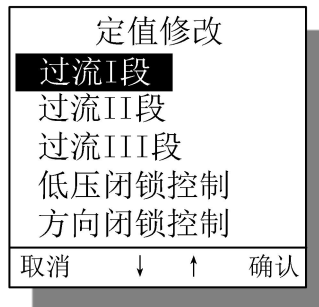

图 18 具体保护定值选择界面
- 1) 选定定值区并进入。在定值菜单界面下，将光标移至定值修改条目后，用户按[+]→[输入口令]→[+]顺序操作后进入到选择定值区界面，再操作[+]或[-]键，选定要进行定值修改的定值区，最后按[+]键进入到具体保护定值选择界面。定值修改界面图见图18，图仅作参考，不同型号装置可能稍有差别。